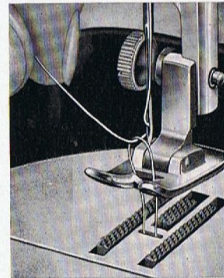

Abbildung 11
1. Einlegen der Arbeit (Abb. 11)